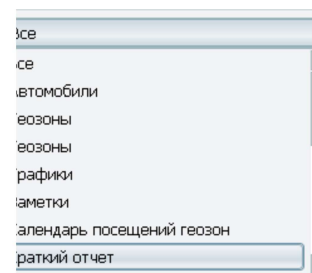

Рис. 71
Кроме того, в раскрывающемся списке в левом верхнем углу окна настроек (1) можно выбрать список всех настроек для конкретного модуля программы (рис. 71).